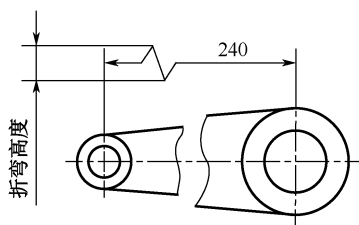

图 4-60 线性尺寸折弯标注
(10) “线性折弯标注”设置。用于指定对线性折弯标注时折弯高度的比例因子。折弯高度等于折弯高度的比例因子与尺寸数字高度的乘积，如图 4-60 所示。